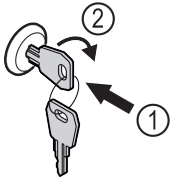

Fig. 114
- ▶ Пъхнете ключа Fig. 114 (1).
- ▶ Завъртете го на 90° по посока на часовниковата стрелка Fig. 114 (2).